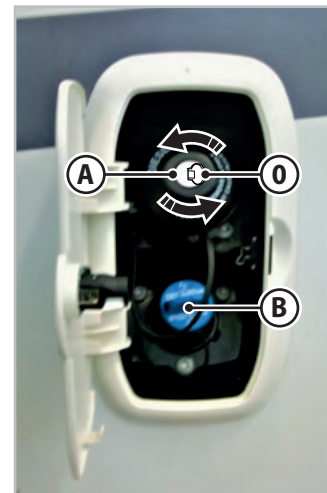
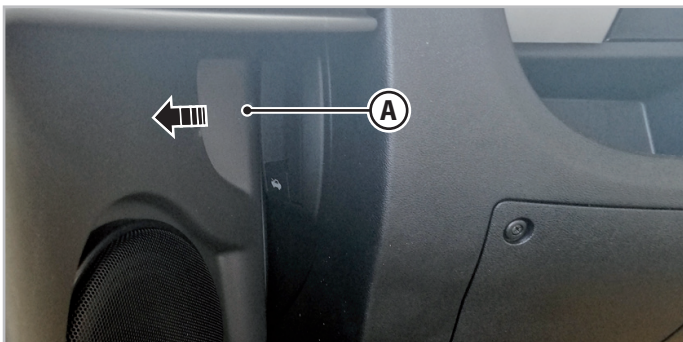

Fig. 5.7 - Brændstofdæksel
Fig. 5.8 - Greb til åbning af motorhjelme - Type A
Sådan åbnes brændstofdækslet (Fig. 5.7):
Sådan lukkes brændstofdækslet (Fig. 5.7):
For at åbne dækslet (**B** - Fig.5.7) til AD-BLUE-additivet skal du dreje det mod uret og tage det af. Fortsæt derefter med optankning. Udfør handlingen omvendt for at lukke det.
1. Træk grebet **A** (Fig.5.7 e Fig.5.8, varierer afhængigt af køretøjets type), placeret til venstre for ratstammen, i pilens retning.